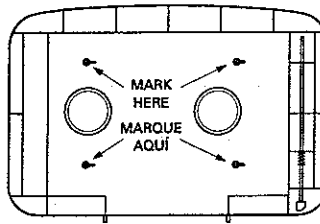
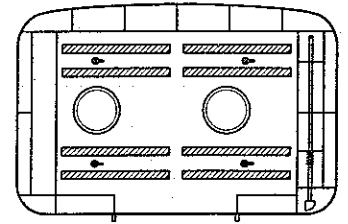

Figure 3
Figure 4
2. Après avoir ouvert la porte de la boîte distributrice, faites une marque sur la paroi vis-à-vis les quatre (4) fentes de montage tel qu'illustré à la Figure 3.
3. Percez quatre (4) avant-trous mesurant 3/16 po de diamètre aux endroits marqués.
5. Placez la boîte distributrice sur les quatre (4) vis et assurez-vous qu'elle s'ajuste parfaitement. Apportez des correctifs, si nécessaire.
6. Enlevez la boîte distributrice et mettez le ruban adhésif à double face en place à l'arrière de la boîte distributrice tel qu'illustré à la Figure 4.
8. Vissez les quatre (4) vis à ras du mur.